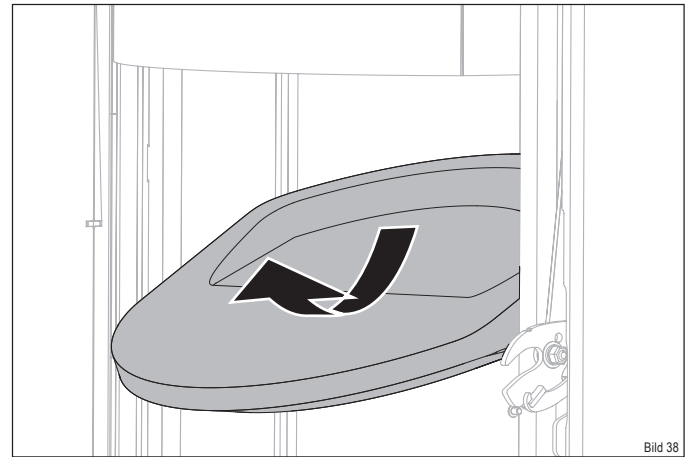

Bild 38
- ▶ Nehmen Sie den oberen Thermostein vorsichtig wie abgebildet aus der Halterung (Bild 38).